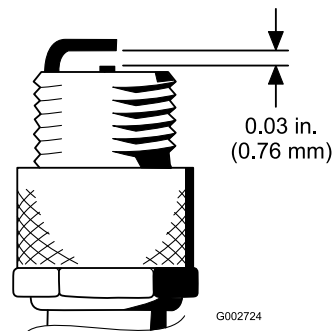

図 19
4. エア・ギャップを 0.76 mm に調整する(図 19)。ガスケット・シールと共に点火プラグをエンジンに取り付け、200 in-lb. (23 Nm = 2.3 kg.m) にトルク締めする。トルクレンチがない場合は十分に締め付ける。